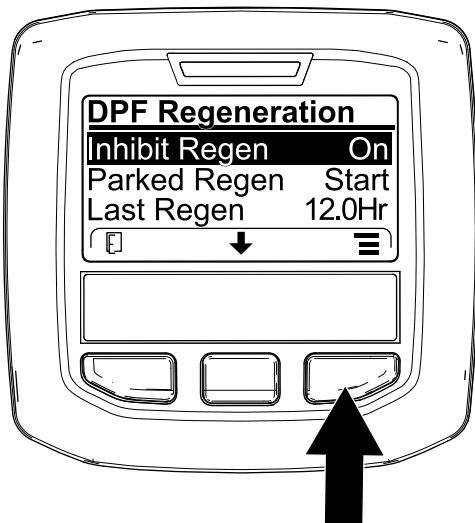
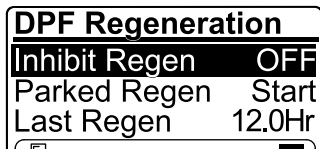

Figura 49
Figura 50
1. Acesse ao menu Regeneração do DPF, prima o botão central para ir até à opção INIBIR REGENERAÇÃO e prima o botão direito para selecionar a entrada Inibir regeneração (Figura 49).
- Prima o botão direito para alterar a definição da Inibição da regeneração de On para Off (Figura 49) ou de Off para On (Figura 50).